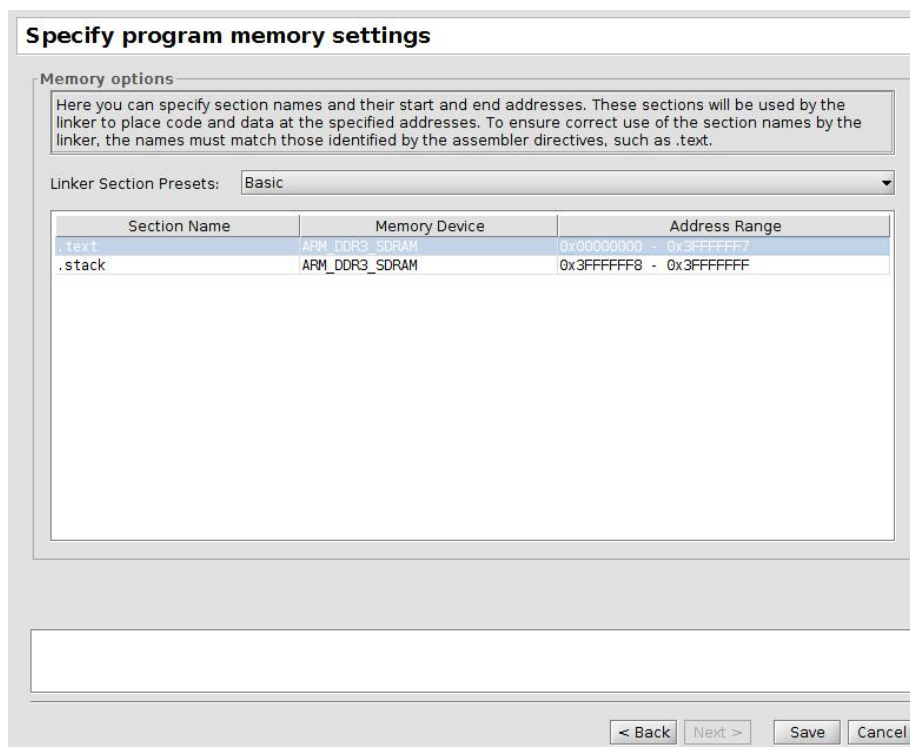

Рис. 40. Вкладка Specify program memory settings
12. На вкладці *Specify program memory settings* (рис. 40) має за замовчанням бути обрано *Basic* у графі *Linker Section Presets*. Ця вкладка показує розподілення пам'яті. Доступні варіанти: